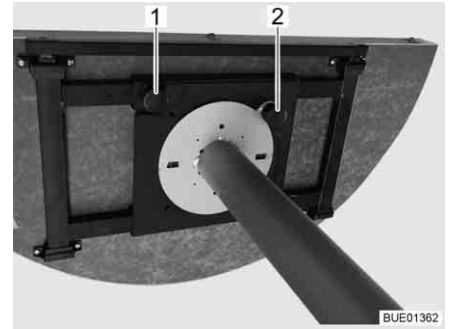

Fig. 113 Mecanismo de ajuste
- Aflojar el tornillo moleteado (Fig. 113,1).
- Levantar el botón de ajuste (Fig. 113,2).